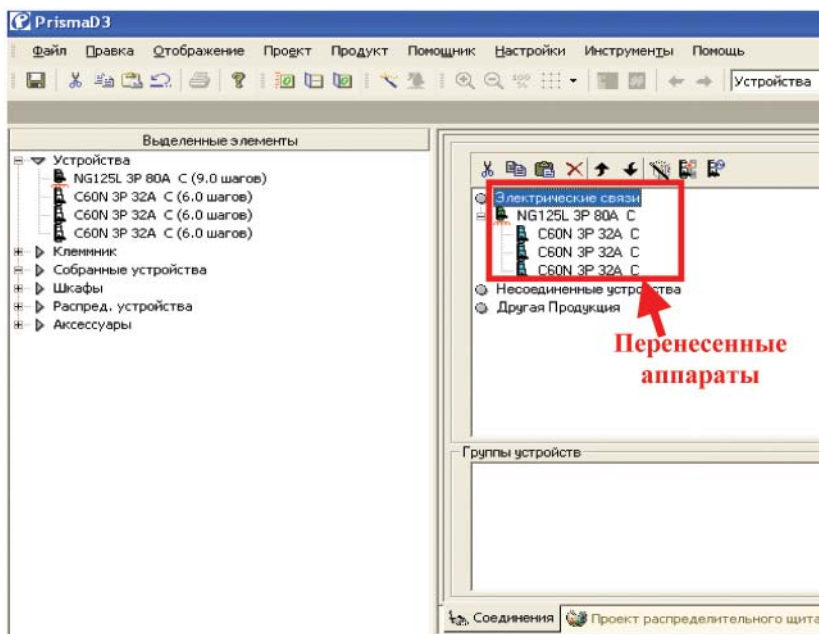

Рис. 52
- а) переместить аппараты из области “Несоединенные аппараты” в область “Электрические связи” и расположить их там в соответствии с однолинейной схемой (рис. 52).